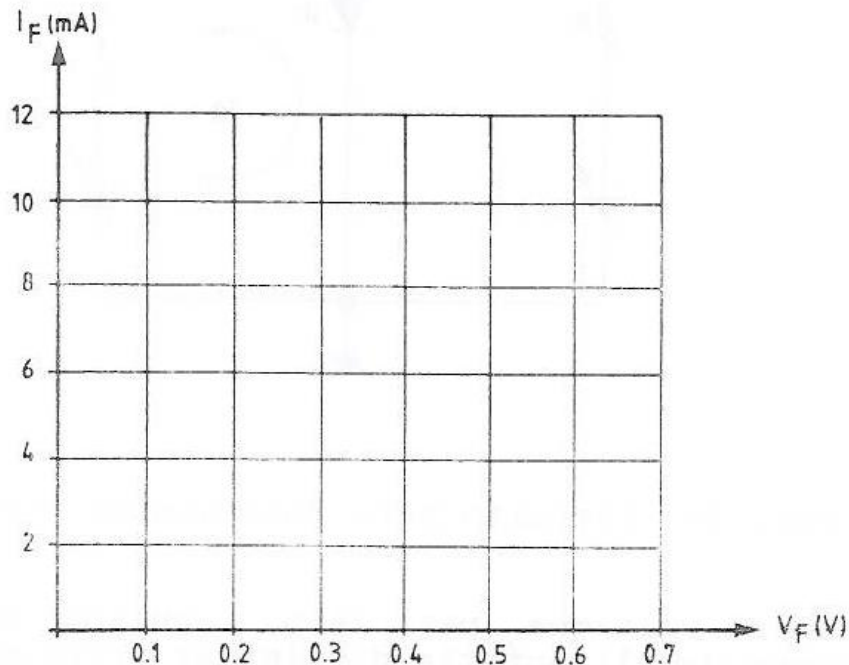

Fig. 3: Característica V-I do Diodo
10. Ajuste o osciloscópio na modalidade X-Y (Ventrada = X, VR3 = Y), de modo a obter a curva de transferência $VR3 = f(Ventrada)$. Plote a curva de transferência para os valores de Ventrada = -2V a +2V, na Fig. 3.